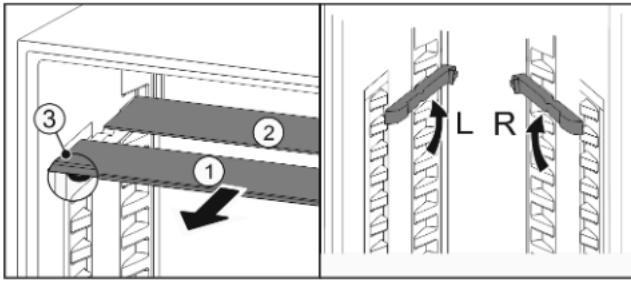

Fig. 37
- ▶ estrarre i ripiani di vetro singolarmente tirando in avanti Fig. 37 (1).
- ▷ Il piano in vetro Fig. 37 (1) con il motivo ornamentale è nella parte anteriore.
- ▷ I fermi Fig. 37 (3) sono rivolti verso il basso.